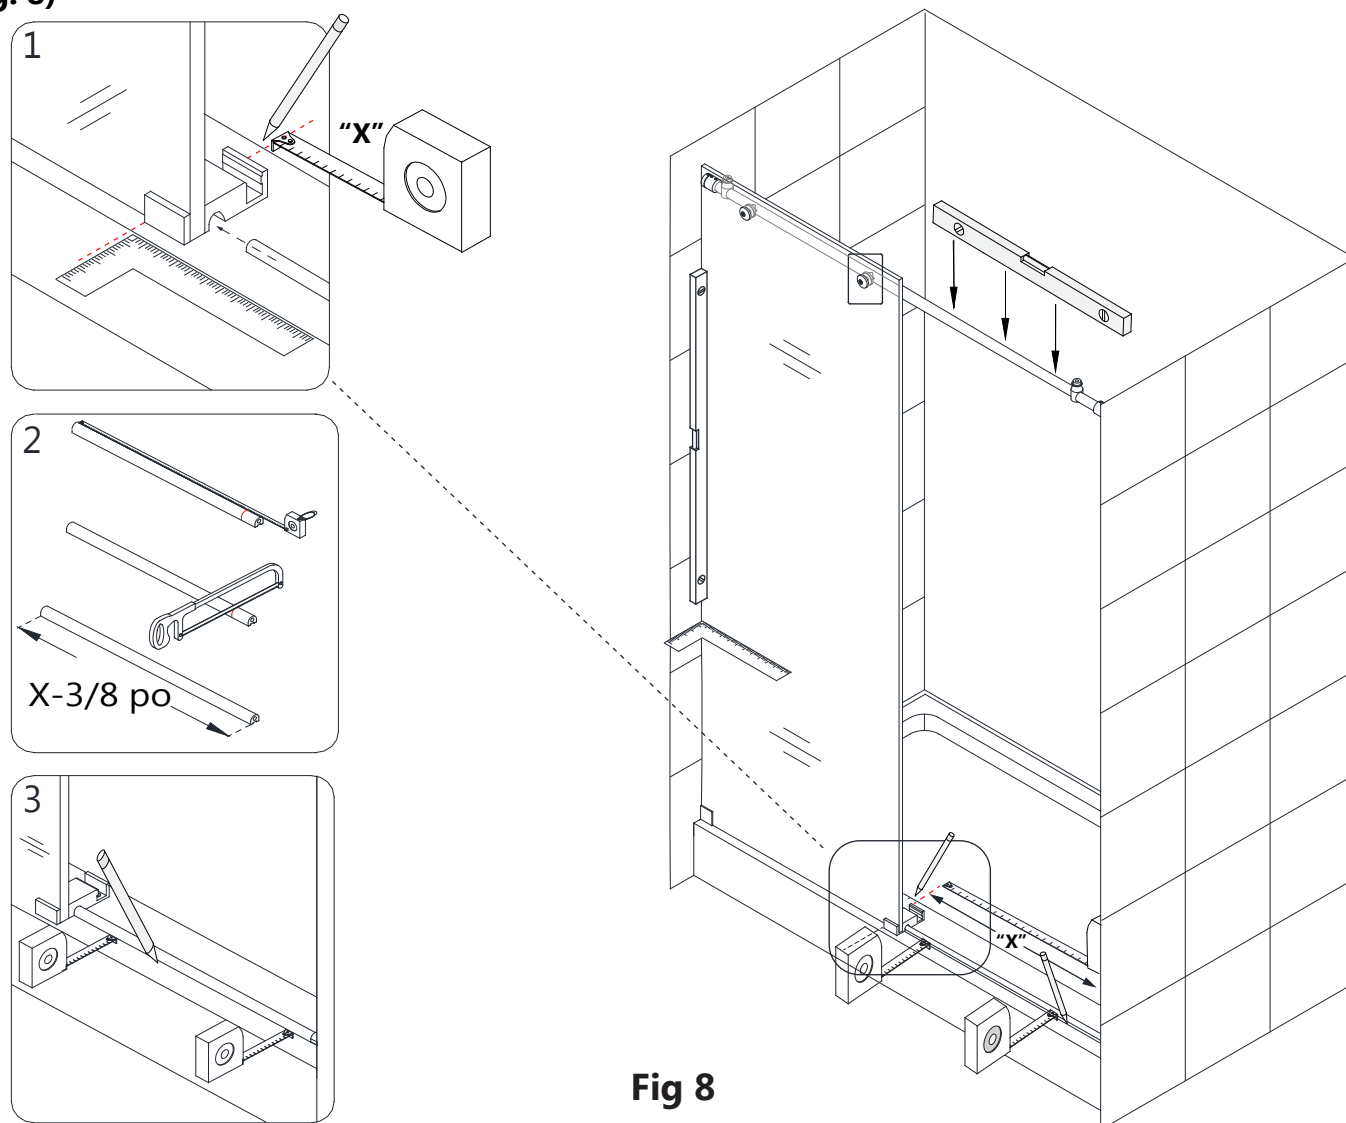

Fig 8
7. Marquez la position du **Guide (N° 12)** et les trous à percer sur le seuil. (Assurez-vous que le guide (N° 12) est d'équerre avec le **Panneau Vitré Fixe (N° 02)**). Mesurez la distance entre le mur du côté-porte et l'extrémité éloignée du **Guide (N° 12)**. Cette distance est identifiée comme «X». Le **Joint D'étanchéité du Seuil (N° 15)** doit être coupé selon les dimensions: «X» (-) **3/8 po** (10 mm). Insérez le **Joint D'étanchéité du Seuil (N° 15)** dans le **Guide (N° 12)** et alignez le **Joint D'étanchéité du Seuil (N° 15)** parallèle à la bordure avant du seuil ou du pourtour de la baignoire, puis marquez sa position sur le seuil. (**Fig. 8**)